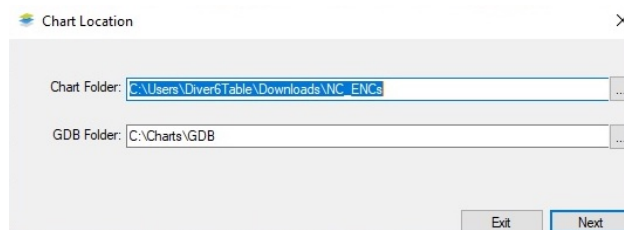

Figura 73: Ubicación del gráfico
4. Aparecerá una ventana esperando su instrucción (Figura 73).